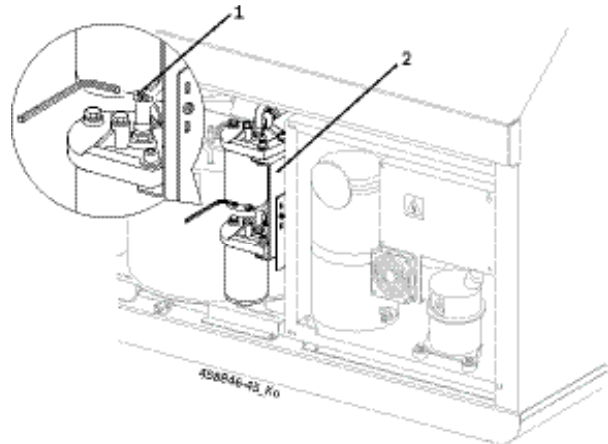

Fig. 12: Снятие монтажного кронштейна
5. Отсоедините болт (Рис. 12, Поз. 1).
2. Соедините монтажный кронштейн с болтом (Рис. 12, Поз. 1).